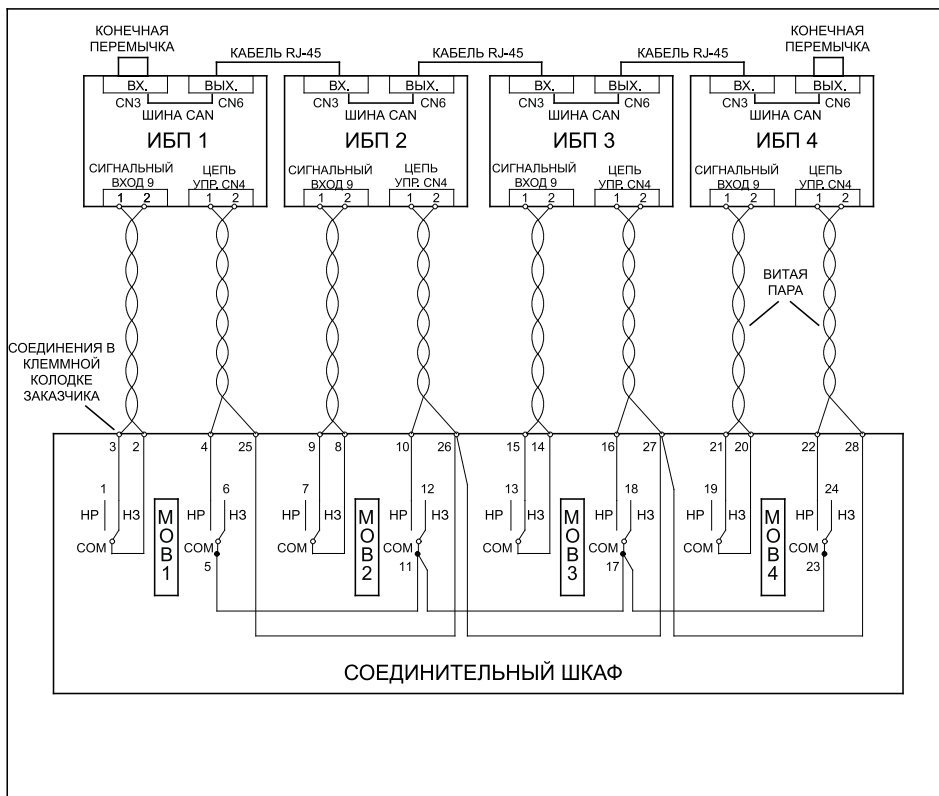

Рис. 4-12: Управляющая проводка параллельного ИБП
5. Проведите между шкафами ИБП и закрепите кабели контроллерной сети CAN с разъемами RJ-45. Для получения информации о подключении проводки см. *Рис. 4-8: Интерфейсная клемма (крышка снята)* на стр. 37 и *Рис. 4-12: Управляющая проводка параллельного ИБП* на стр. 43.
6. Проведите и установите проводку цепи управления между шкафами ИБП и МОВ. Сведения о проведении проводки см. в *Рис. 4-8: Интерфейсная клемма (крышка снята)* на стр. 37, на рисунке 4-11 и в *Рис. 4-12: Управляющая проводка параллельного ИБП* на стр. 43.